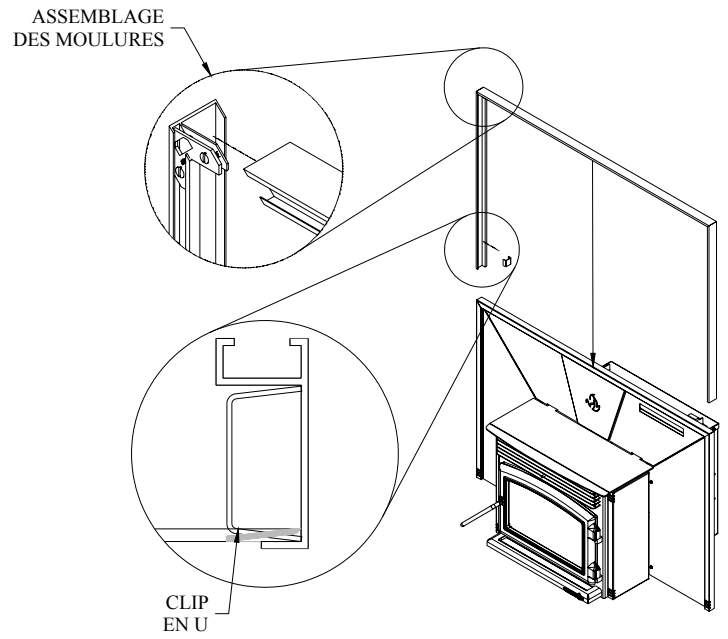

Figure 33
- 8- Assemblez les moulures décoratives avec les supports de fixation en L(Figure 33). Glissez et fixez les moulures à l'aide des clips en U(Figure 33)